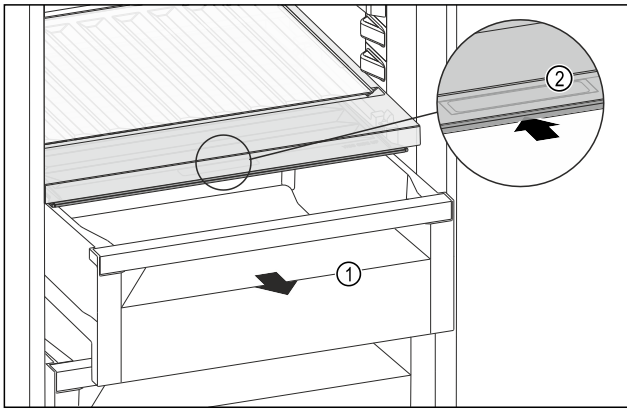

Fig. 158
- ▶ Schubfach Fig. 158 (1) herausziehen.
- ▶ Griffmulde Fig. 158 (2) am Fachdeckel anfassend und Fachdeckel gleichzeitig nach hinten schieben.